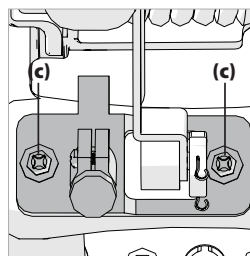

Fig. 7
- Afloje los dos tornillos. (**Fig. 7, c**)